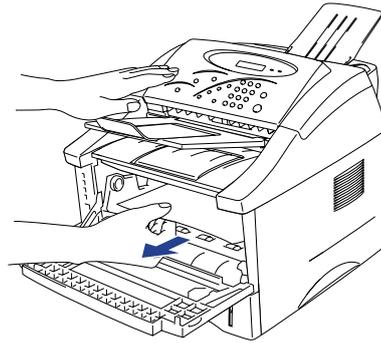

图7-2
- (3) 打开前盖；
- (4) 取下硒鼓单元。向上拉出被卡的纸张（图7-2）；
- (5) 拆卸硒鼓单元的时候，请不要用力过猛。如果硒鼓单元不易取下，也可以从纸盒内拉住被卡纸的边缘，将纸取出。